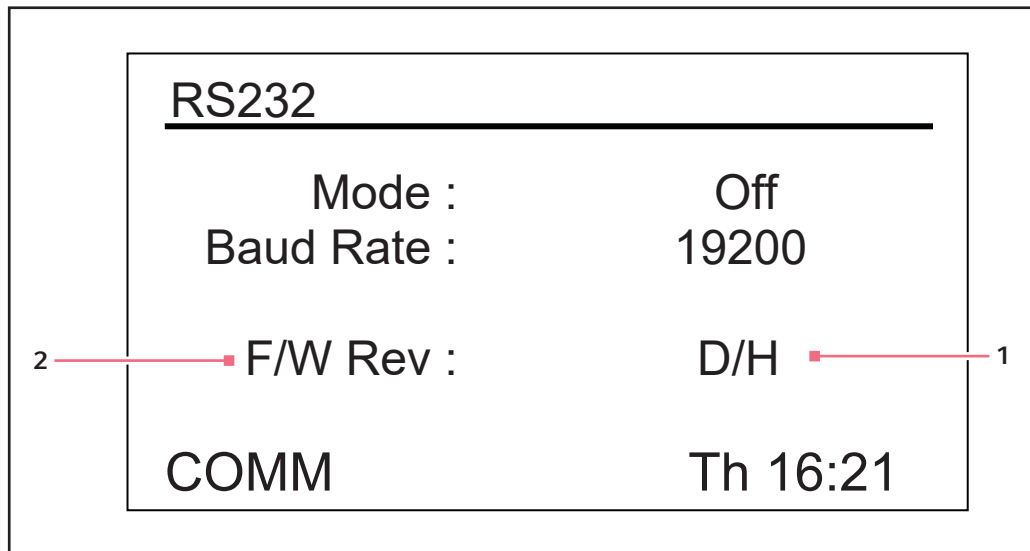

Abb. 9-7: RS-232-Bildschirm
Dieser Bildschirm (siehe Abb. 9-7 auf S. 57) wird nur verwendet, wenn Sie einen PC an der RS-232-Schnittstelle angeschlossen haben (siehe *Software-Schnittstellen auf S. 39*). Hier können Sie den Modus (*Mode*) und die Baudrate (*Baud Rate*) der RS-232-Schnittstelle wählen, die sich für Ihren PC eignet.
1. Drehen Sie den Bedienknopf, bis die aktuelle Einstellung markiert ist (in dem Beispiel-Bildschirm oben *Off* (siehe Abb. 9-7 auf S. 57)). Drücken Sie anschließend den Knopf.
2. Drehen Sie den Bedienknopf nach links oder rechts, bis die gewünschte Modus-Einstellung erscheint (siehe *Drehen Sie den Bedienknopf, bis die aktuelle Einstellung markiert ist (in dem Beispiel-Bildschirm oben Off (siehe Abb. 9-7 auf S. 57)). Drücken Sie anschließend den Knopf. auf S. 58*).
1. Drehen Sie den Bedienknopf, bis die aktuelle Einstellung markiert ist (in dem Beispiel-Bildschirm oben 19200 (siehe Abb. 9-7 auf S. 57)). Drücken Sie anschließend den Knopf.